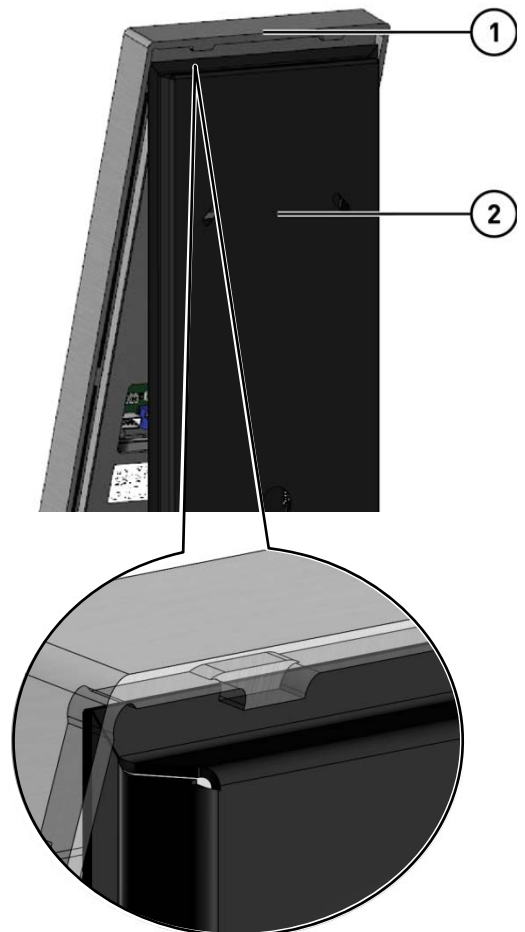

Abb. 9: Oberschale befestigen
- ▶ Setzen Sie die Oberschale **(1)** auf die Unterschale **(2)** auf (Abb. 9). Die Haltewinkel müssen über die obere Kante der Unterschale greifen.